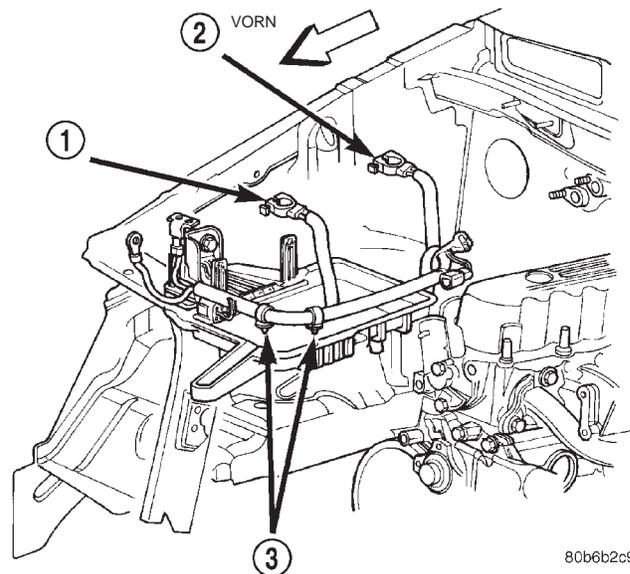
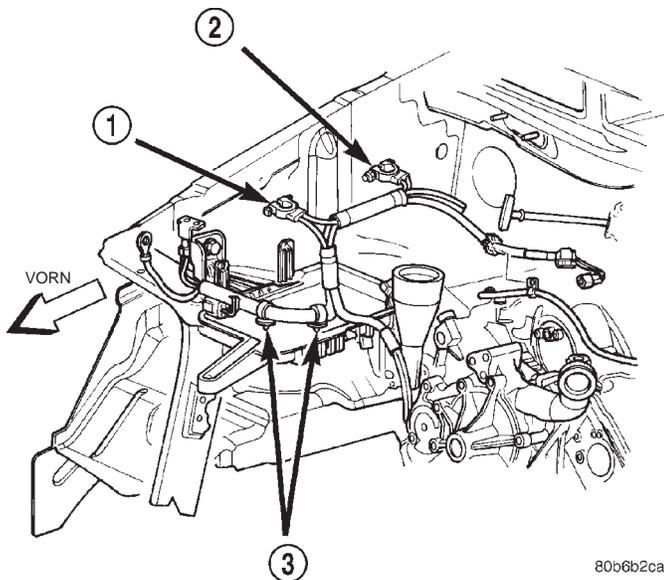

Abb. 20 Batterie-Kabelbaum—4.0L-Motor
Abb. 21 Batteriekabel—4.7L-Motor
(1) Polklemmen der Batterie-Kabel und Batteriepole säubern und überprüfen. Näheres hierzu siehe "**Batterie**" im Index dieses Werkstatthandbuchs.
(2) Batterie-Kabelbaum in der korrekten Einbaulage im Motorraum anhalten (Abb. 20) oder (Abb. 21).